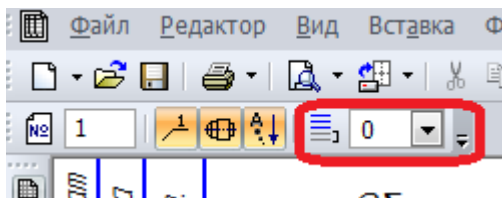

Рисунок 4.8 – Панель свойств спецификации
44) Установите курсор на любую строку раздела **Детали** и на панели Текущее состояние выставите **количество резервных строк** равным **0** (рисунок 4.8)